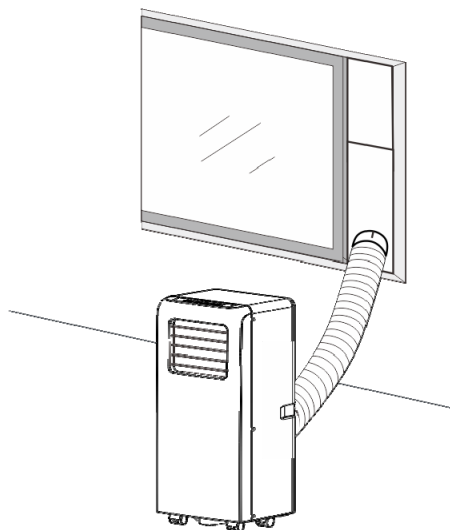
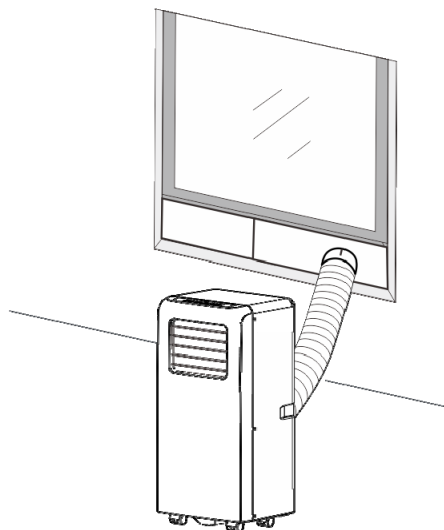

Fig.2
Fig.2a
- 2) Comme indiqué sur la Fig. 2 et la Fig. 2a, installez le tuyau d'évacuation et ajustez la position du puits de fenêtre.